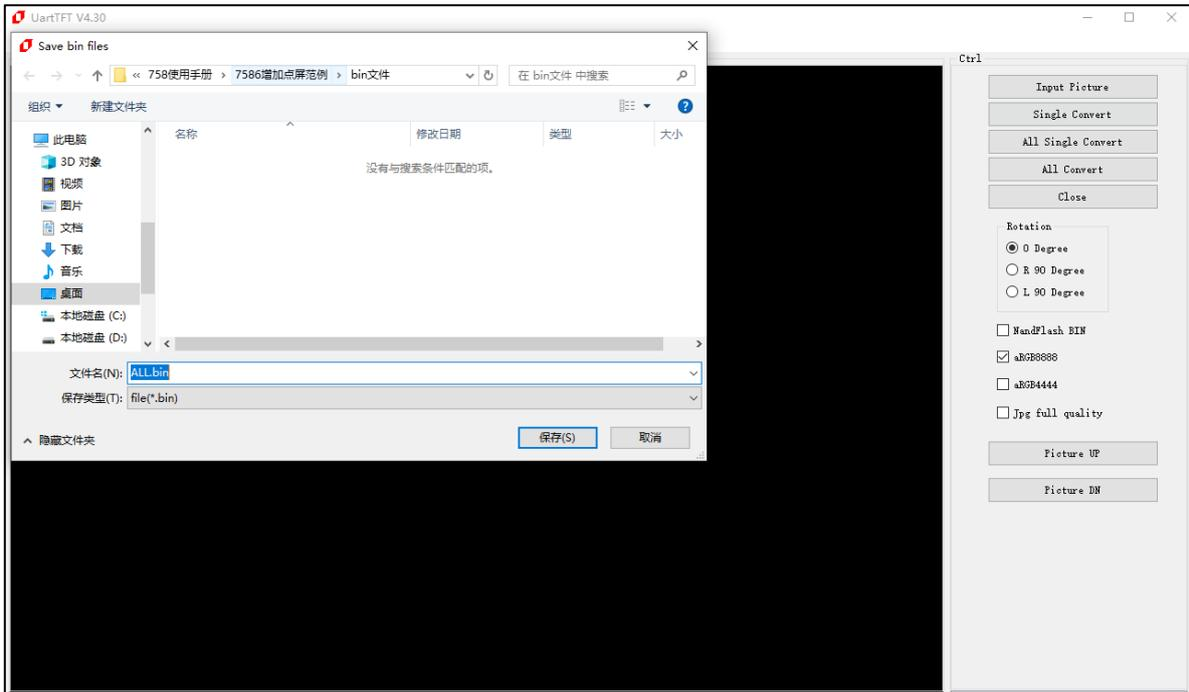

图 18-7: 将 bin 文件命名为 ALL.bin
2、将转换的 bin 文件命名为 ALL.bin,如图 18-7 所示: